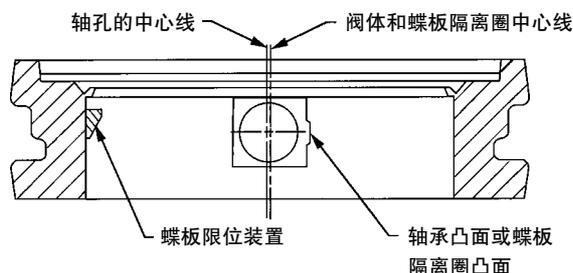

图 12. 轴承/隔离圈凸面的定位
● **对于 PEEK/PTFE Class 150 和 Class 300 阀门的金属轴承，单件轴承：**先将轴承边缘与阀门上的轴承孔对齐，然后把单件式轴承/蝶板隔套装入轴承孔中，安装时如图 12 所示，使轴承凸面背向蝶板限位装置。
- c. 安装蝶板隔套（件号 7）时，应将蝶板隔套的弯曲面与轴承孔对齐，并使隔套的凸面背向蝶板限位装置，如图 12 所示。